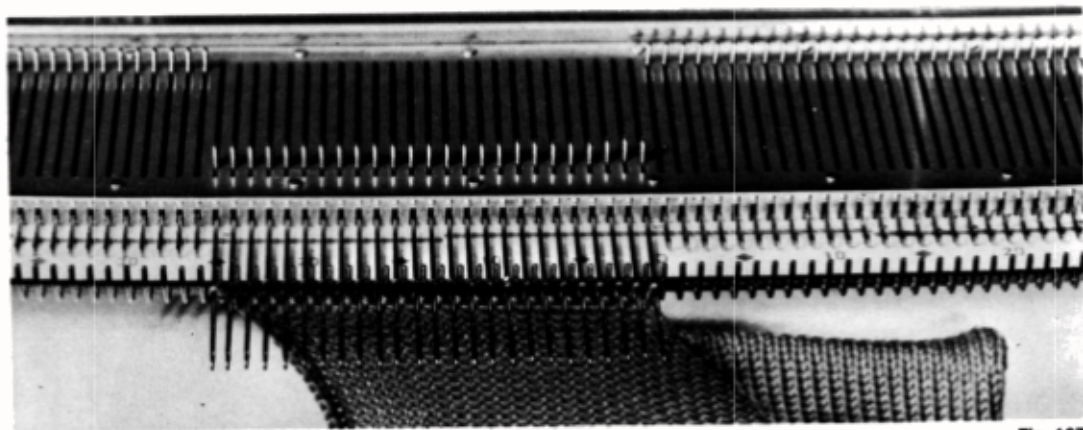

Fig. 167
– Arrêter les 15 aiguilles restantes (voir arrêt du tricot, page 33) (fig. 167). La laine est sortie du guide-fil.